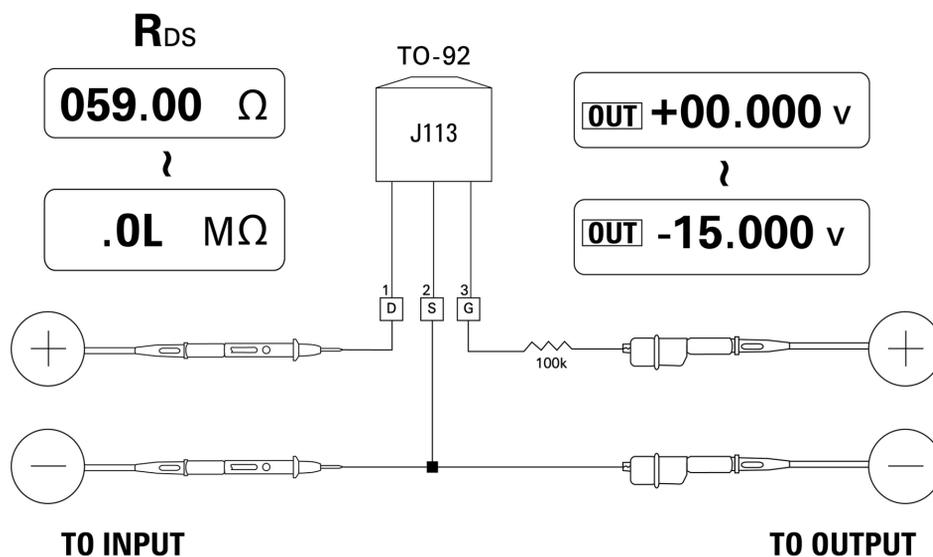

Figura 5-11 JFET a canale N
- 4 Ridurre gradualmente la tensione in uscita da +00,000 V a -15,000 V. Il valore di R_{DS} aumenterà di conseguenza (Figura 5-11 a pagina 106).